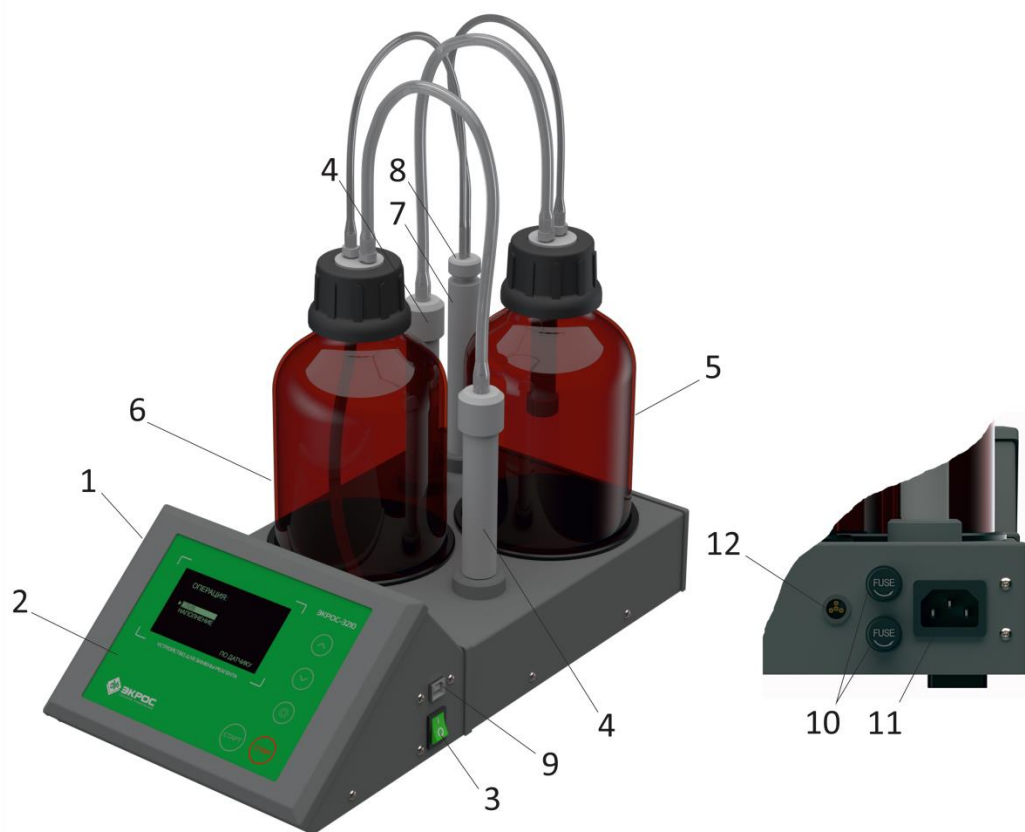

Рисунок 1
- 5.5. Устройство (Рисунок 1) состоит из корпуса (1) в передней части которого расположена панель управления (2), справа на боковой стенке – сетевой выключатель (3) и опционально - разъём USB B (9), справа и слева задней части установлены патроны осушителя (4), а также держатель (7) для размещения адаптера рабочей ёмкости (8). В задней части корпуса также находятся гнезда для размещения приёмной (5) и питающей (6) ёмкостей.
8.1.3. Убедиться в том, что в питающей ёмкости Устройства (поз. 6, Рисунок 1) имеется достаточное количество реактива, а в приёмной ёмкости (поз. 5, Рисунок 1) достаточно свободного места для содержимого ячейки.
8.1.4. В зависимости от конструкции титрационной ячейки, либо извлечь пробку вспомогательного порта, либо отвинтить и извлечь порт ввода пробы вместе с септой и в освободившееся отверстие вставить адаптер рабочей ёмкости (поз. 9, Рисунок 1).
- 8.1.13. По окончании операций по замене реактива извлечь адаптер рабочей ёмкости из титрационной ячейки и поместить его обратно в пробирку для его размещения на корпусе Устройства (поз. 8, Рисунок 1).
- 8.2.1. Включить питание Устройства с помощью сетевого выключателя (поз. 3, Рисунок 1).
- 8.2.2. Убедиться в том, что в питающей ёмкости Устройства (поз. 6, Рисунок 1) имеется достаточное количество реактива, а в приёмной ёмкости (поз. 5, Рисунок 1) достаточно свободного места для содержимого рабочего сосуда.
- 8.2.3. Вставить адаптер рабочей ёмкости (поз. 9, Рисунок 1) во входное отверстие рабочего сосуда.